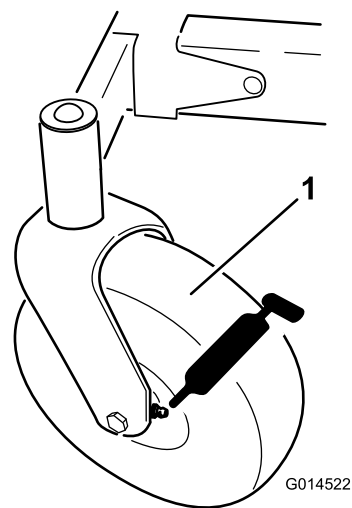
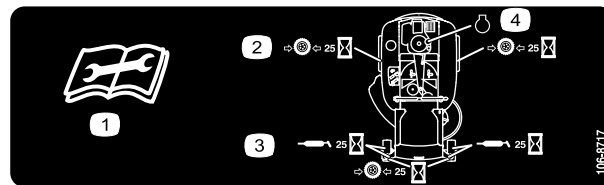

Figure 34
Figure 35
3. Nettoyez les graisseurs (Figure 34 et Figure 35) à l'aide d'un chiffon. Grattez la peinture qui pourrait se trouver sur les graisseurs.
4. Raccordez une pompe à graisse à chaque graisseur (Figure 34 et Figure 35). Injectez de la graisse dans les graisseurs jusqu'à ce qu'elle commence à sortir des roulements.